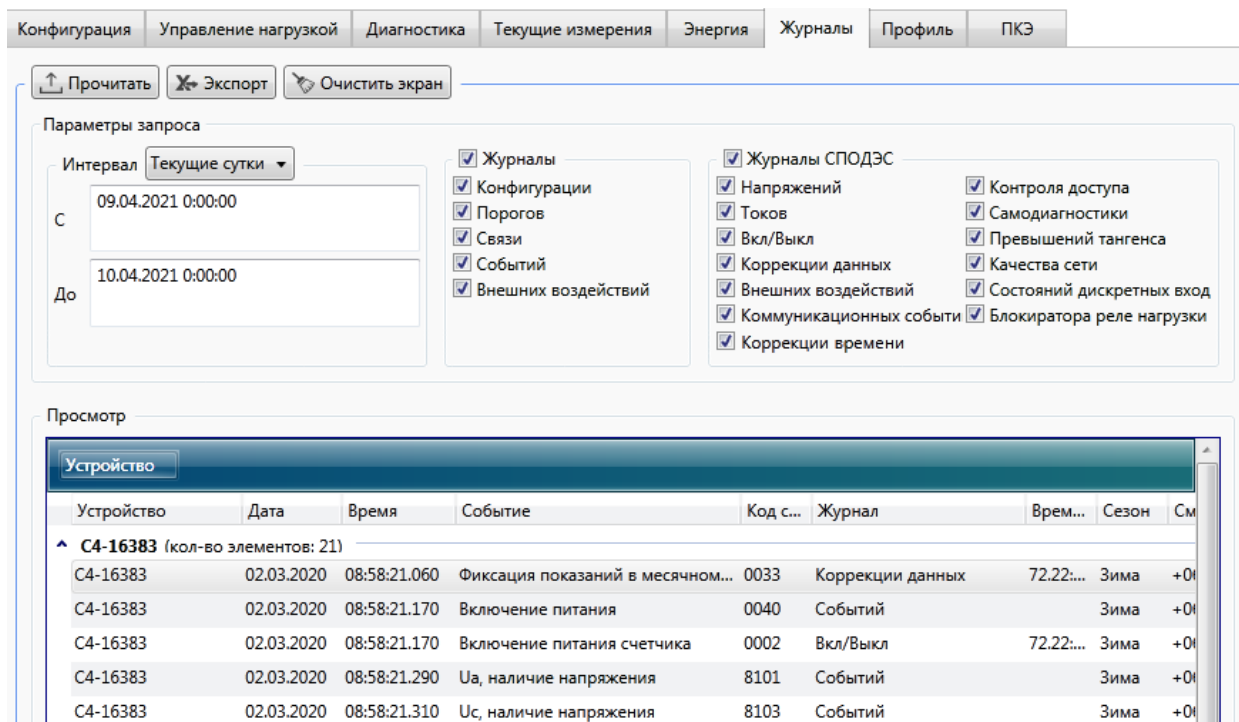

Рисунок 9.48 – Запрос журналов событий
9.6.5.1 Для просмотра журналов событий счетчика необходимо перейти на вкладку *Журналы* области параметров программы КОНФИГУРАТОР (рисунок 9.48).